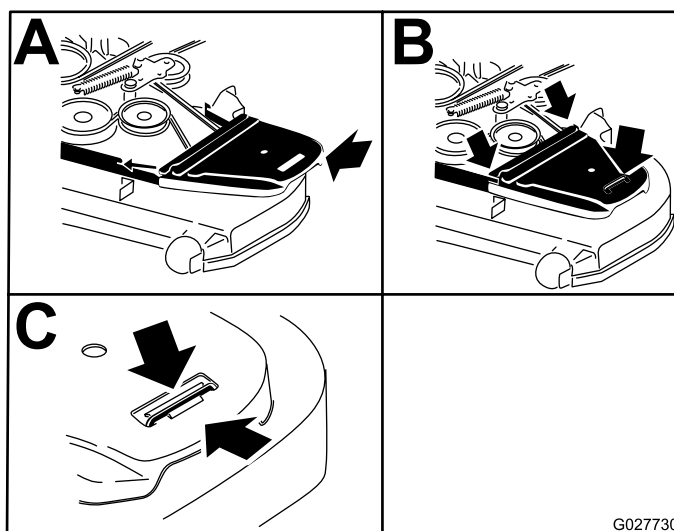

Рисунок 62
- Установите кожухи ремней и затяните болты (Рисунок 62).